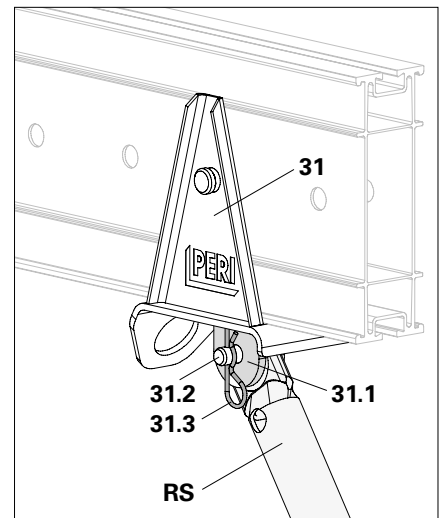

Fig. A8.02
- Connecter l'étau tirant-poussant (RS) et les cosses de connexion (**31.1**) avec des boulons (**31.2**) et des goupilles de sécurité (**31.3**). (Fig. A8.02)